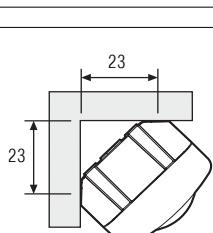
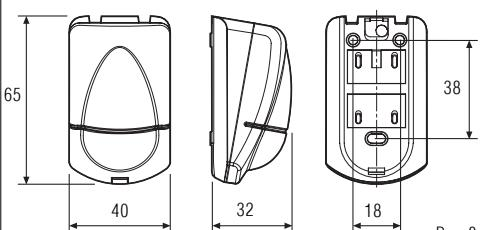

Рис. 3
Рис.8
- выбрать один из двух положений установки: на стене или в углу (рис.3);
- привязать на стене разметку под крепеж (рис.8 или рис.3);